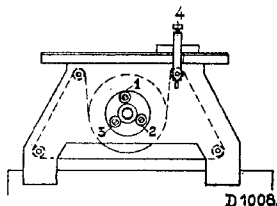

Fig. 6
2. Stelschroefjes van de bevestiging van de schijf op de condensatoras (fig. 6) losdraaien. Schaalknop verdraaien, totdat de afleesnaald
4. Afstemmen op 350 m., de afleesnaald met schroef 4 (fig. 6) nauwkeurig op 350 m. instellen. Vervolgens opnieuw controleeren op 214 m. en 570 m.